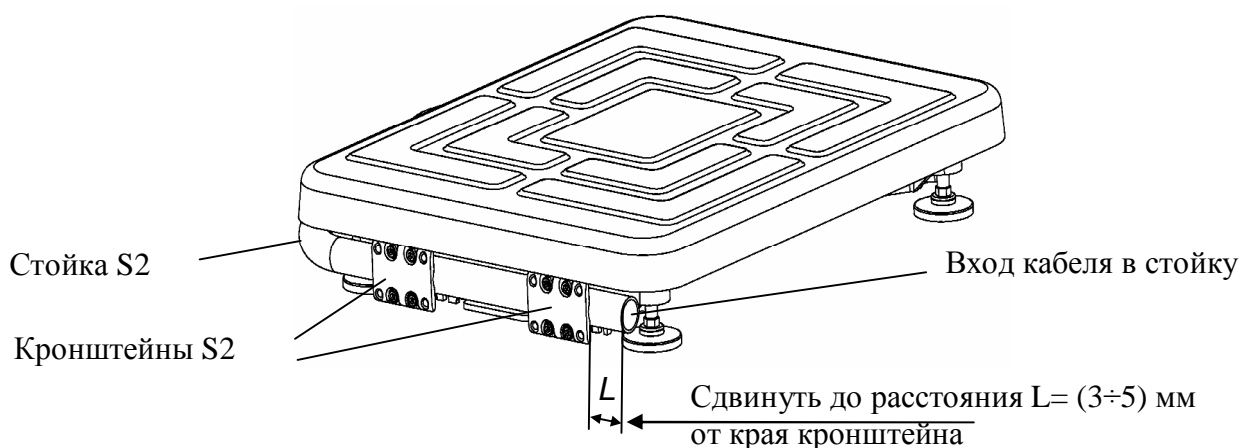

Рис. 6.2 - Крепление круглой вращающейся стойки
- в основании весов сдвинуть стойку в направлении указанном стрелкой (Рис. 6.2), обеспечив расстояние  $L = (3 \div 5)$  мм от ее края до края кронштейна;
- излишек кабеля на входе в стойку (Рис. 6.2) заправить внутрь стойки.